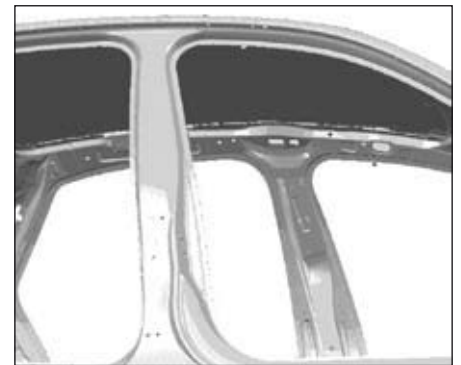

FIG.68
- Ajuster les angles et repérer les emplacements (Fig.68).